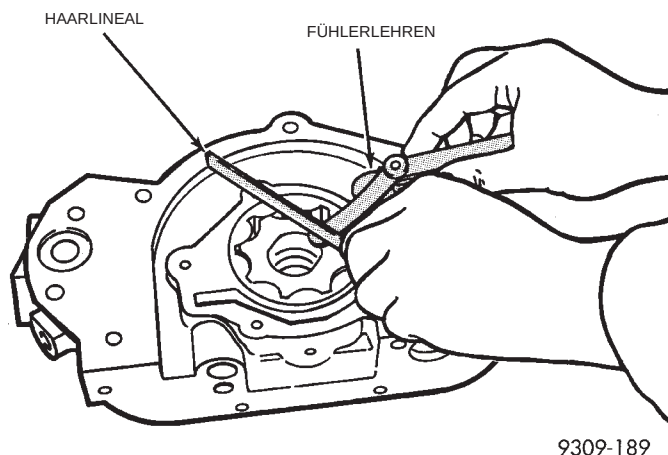

Abb. 119 Messen des Spiels über den Pumpenrädern
(7) Haarlineal zwischen den Schraubenbohrungen auf das Pumpengehäuse legen. Läßt sich eine Fühlerlehre von 0,102 mm (0,004 Zoll) oder mehr zwischen Pumpenrädern und Haarlineal schieben, Pumpe komplett austauschen (Abb. 119) jedoch **NUR** dann, wenn die Pumpenräder den Sollwerten entsprechen.